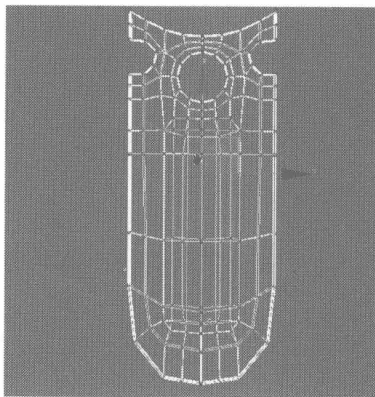

图 3.124
- 32** 选择节点编辑模式,在 Front 视图中框选如图 3.124 所示接缝处的节点,在 按钮上单击右键,在弹